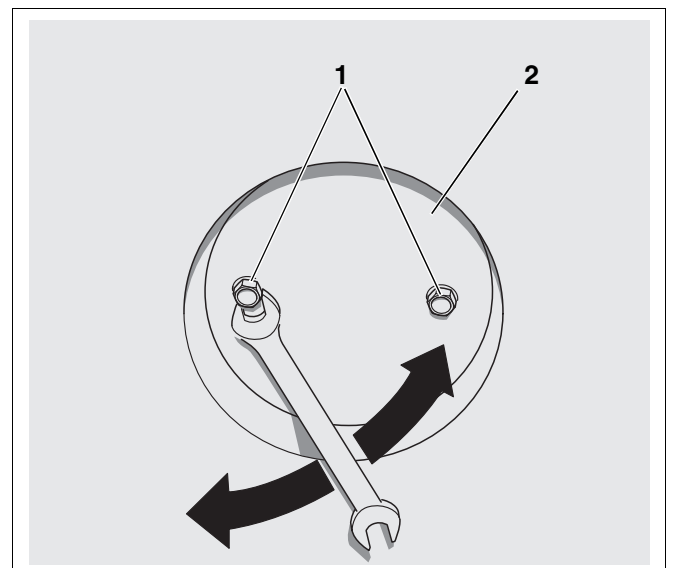

Abb. 5 Abgasanschluss Rückseite – Abdeckplatte
- Schrauben (Abb. 5, **Pos. 1**) der Abdeckplatte (Abb. 5, **Pos. 2**) des Abgasanschlusses Rückseite lösen, ohne diese vollständig herauszudrehen.
- Abdeckplatte entfernen (Abb. 5, **Pos. 2**).